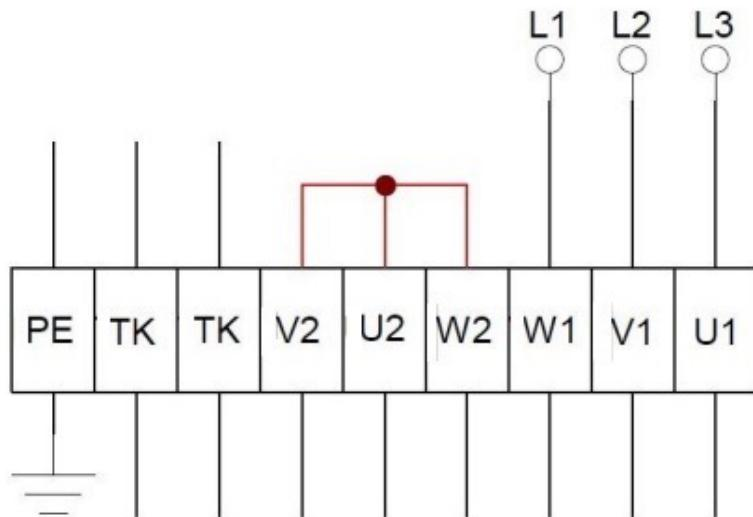

Figura 5 – Ventilador axial Ø500mm
- Os ventiladores 3~ são 220/380V, para alteração de ligação se faz necessário a abertura da caixa elétrica do ventilador conforme Figura 5.